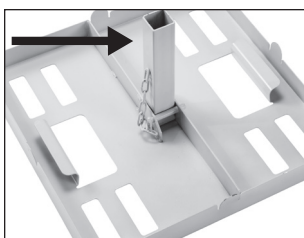

Fig. 1
1. Place the base (accessory part # 096000-3050-000) in the desired location on flat even ground then fold up the square profiled mounting bracket and lock it in place with the pin (Fig. 1).
1. La base (n.º de accesorio 096000-3050-000) se debe colocar en la posición deseada, sobre un suelo plano y nivelado, y a continuación el soporte de montaje con perfil cuadrado se debe plegar hacia arriba y bloquear en su posición con el pasador (Fig. 1).
1. Placez la base (accessoire réf. 096000-3050-000) à l'endroit de votre choix, sur un sol parfaitement plane, puis repliez le support de montage à profilé carré et verrouillez-le en place à l'aide de l'attache (Fig. 1).